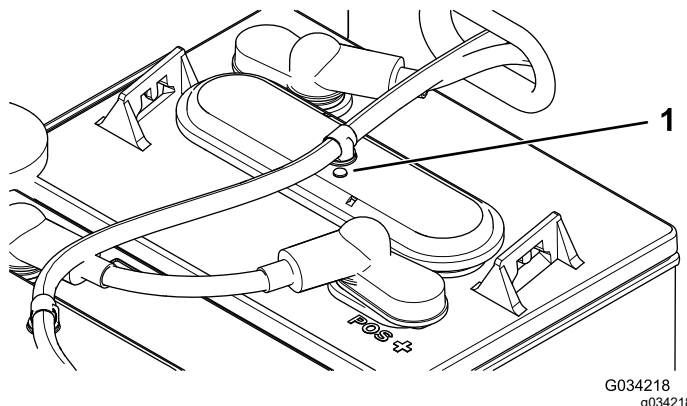

Figure 38
3. Sur chaque batterie, vérifiez si la pastille est noire ou blanche (Figure 38).